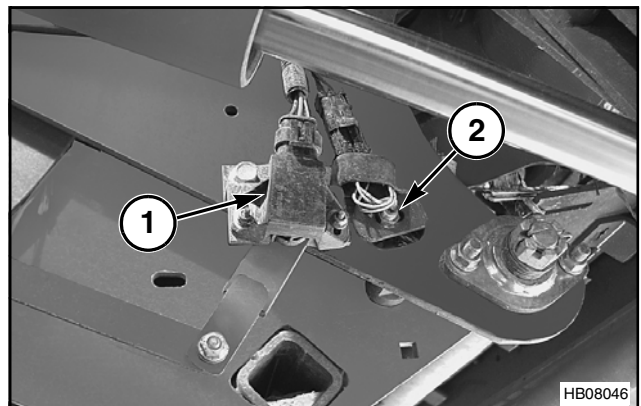

FIG. 25
FIG. 25: Der er monteret en positionssensor (1) på nederste, højre side af snitteren. Positionssensoren oplyser operatøren om snitterfundamentets og knivens positioner. Denne sensor fastsætter ligeledes det antal baller, der er skåret og ikke skåret, i arbejdslisterne.